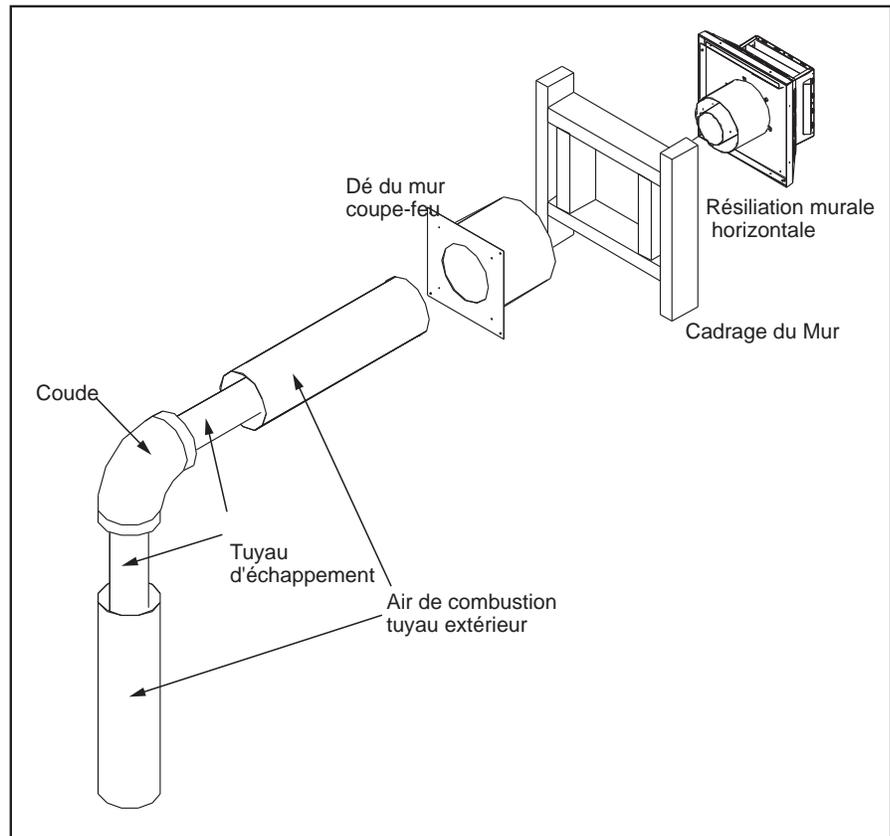

Figure 52: Terminaison d'évent horizontal
**NOTE:** Il existe six différentes tailles de restricteur, ils sont marqués avec trous rectangulaires qui coïncident avec le pourcentage de restriction (Figure 52).